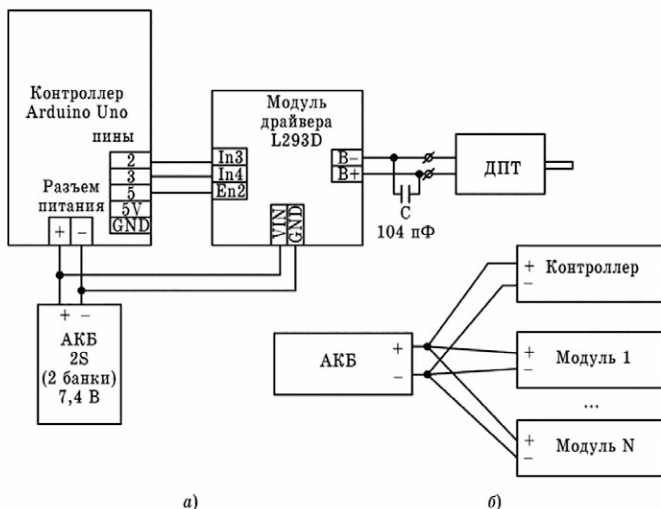

Рис. 1.8
На рис. 1.8 (а) показана схема электрическая принципиальная подключения ДПТ к контроллеру. Питание контроллера и модуля драйвера осуществляется от двухбаночной АКБ с номинальным напряжением 7,4 В. Выводы
Для примера, показанного на рис. 1.8 (а), пин с номером 5 контроллера используется для регулирования скорости вращения вала ДПТ. Сразу оговоримся, что при использовании некоторых библиотек некоторые пины с ШИМ не работают. Надежно работают только пины 5 и 6. Во всех примерах, как вы увидите дальше, мы будем использовать только эти пины.
1. Питание от АКБ на контроллер и модули драйверов необходимо разводить отдельными шлейфами – парами проводов (рис. 1.8(б)).